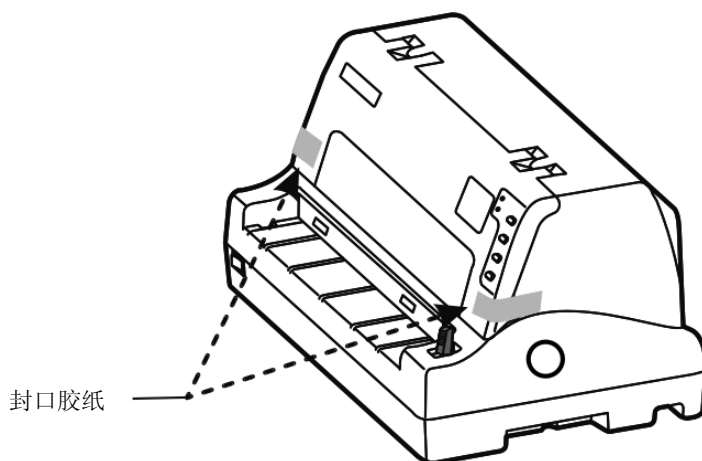

图 2-2 拆除封口胶纸
1. 打开包装箱，取出打印机，撕下打印机盖两侧的封口胶纸（如图 2-2 所示）。